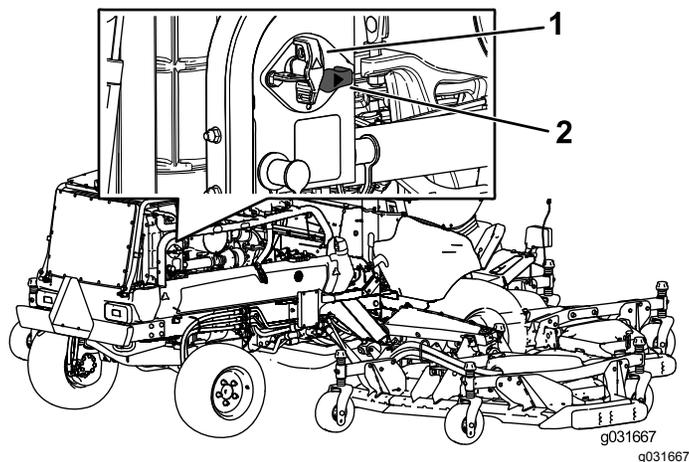

Figure 71
- Pour mettre la machine sous tension, tournez le coupe-batterie dans le sens horaire à la position SOUS TENSION (Figure 71).
- Pour mettre la machine hors tension, tournez le coupe-batterie dans le sens antihoraire à la position HORS TENSION (Figure 71).